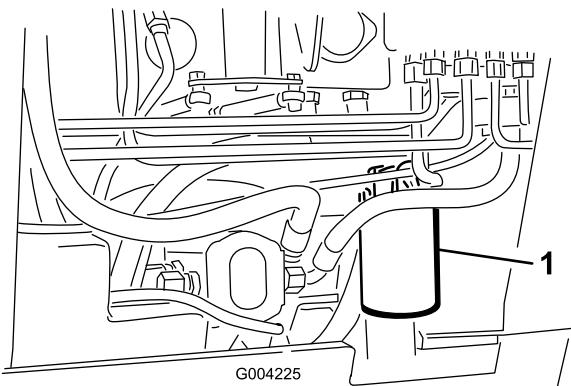

Figura 60
4. Coloque un recipiente debajo del filtro (Figura 60).
5. Retire el filtro usado (Figura 60) y límpie con un paño la superficie de la junta del adaptador del filtro.
7. Instale el filtro hidráulico nuevo en el adaptador del filtro (Figura 60). Apriete el filtro en el sentido de las agujas del reloj hasta que la junta de goma entre en contacto con el adaptador del filtro, luego apriete el filtro $\frac{3}{4}$ de vuelta más.